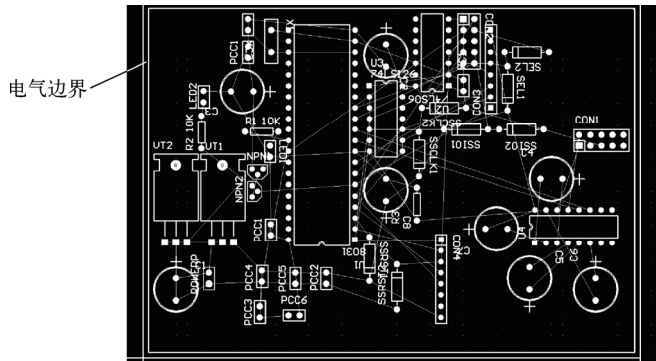

图 6-41 元器件自动布局状态
3) 选择“Statistical Placer”布局方式，然后单击“OK”按钮，系统出现如图 6-23 所示的画面，该图为元器件自动布局完成后的状态，系统自动生成另一个 PCB 文件，将当前结果保存在此文件中，本实例保存为 8031_example.pcb 文件，如图 6-41 所示。
程序对元器件的自动布局一般以寻找最短布线路径为目标，因此元器件的自动布局往往不太理想，需要用户手动调整。以图 6-41 为例，元器件封装虽然都已经放置到 PCB 的电气边界之内，但元器件的位置还不整齐，因此必须重新调整某些元器件的位置。在 PCB 的布线中，元器件的位置调整是影响 PCB 布线是否能够布通的关键步骤，也是 PCB 布线中最耗时间的操作。
从图 6-41 所示可以看见有些元器件的方向排列还不一致, 如果要将各元器件的排列方向也调整为一致, 这就需要对元器件进行旋转操作。旋转元器件可以使用快捷键和菜单两种方式。选择“Edit” → “Move” → “Rotate Selection”命令可以实现对元器件进行旋转, 也可以使用快捷键〈Space〉(即空格键)。使用菜单命令实现元器件旋转的操作过程如下。
下面以图 6-41 为例来讲述移动元器件的操作步骤。